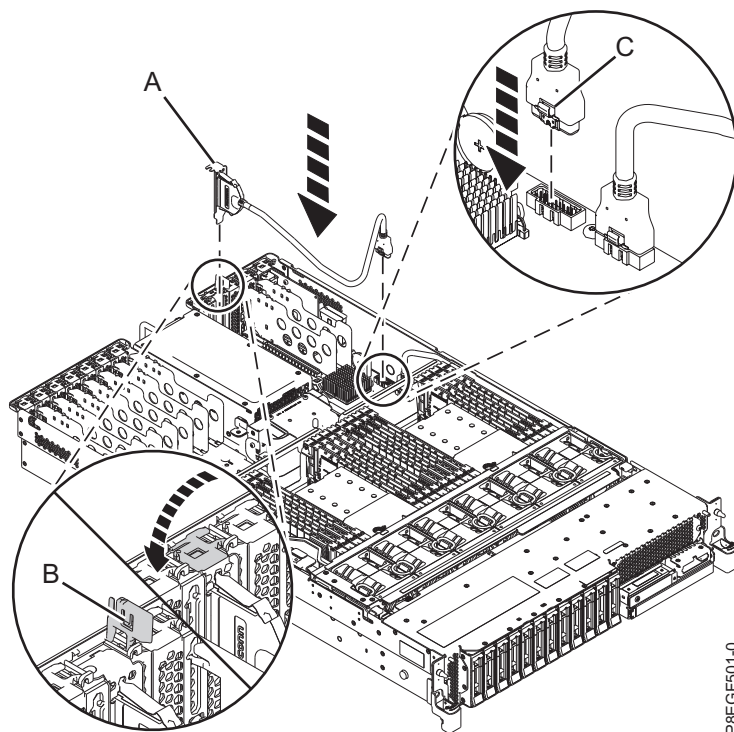

Abbildung 2. Hinteres USB-Kabel wiedereinbauen
2. Setzen Sie das Gehäuse des hinteren USB-Kabels (A) in den Steckplatz für PCI-Adapter P1-C4 an der Rückseite des Systems ein, wie in Abb. 2 auf Seite 5 gezeigt.
3. Drücken Sie die Adaptersicherung (B) nach unten und führen Sie das Kabel entlang der rechten Seite des Gehäuses.
4. Stecken Sie das andere Ende des hinteren USB-Kabels (C) in den Anschluss auf der Rückwandplatine des Systems.